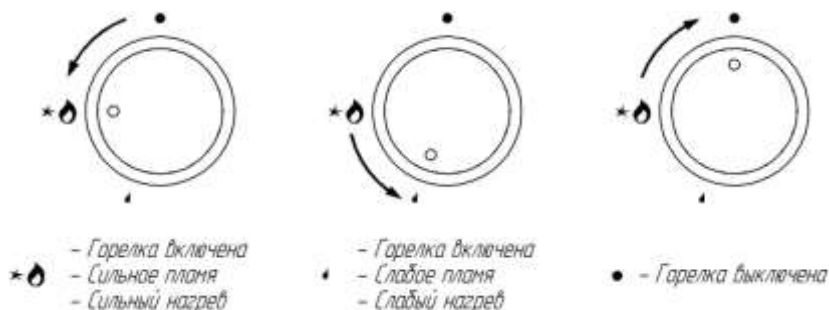

Рис. 8. Регулирование пламени.
- нажмите ручку крана соответствующей газовой горелки до упора, поверните её против хода часовой стрелки до совмещения знака максимального пламени с меткой на панели управления, при этом сработает автоматический электророзжиг (Рис. 8);
Регулирование интенсивности горения производится дальнейшим поворотом ручки против хода часовой стрелки до совмещения с меткой малого пламени на панели управления и обратно (Рис. 8).
Чтобы горелку выключить, необходимо ручку включения горелки повернуть до упора по ходу часовой стрелки (Рис. 8).